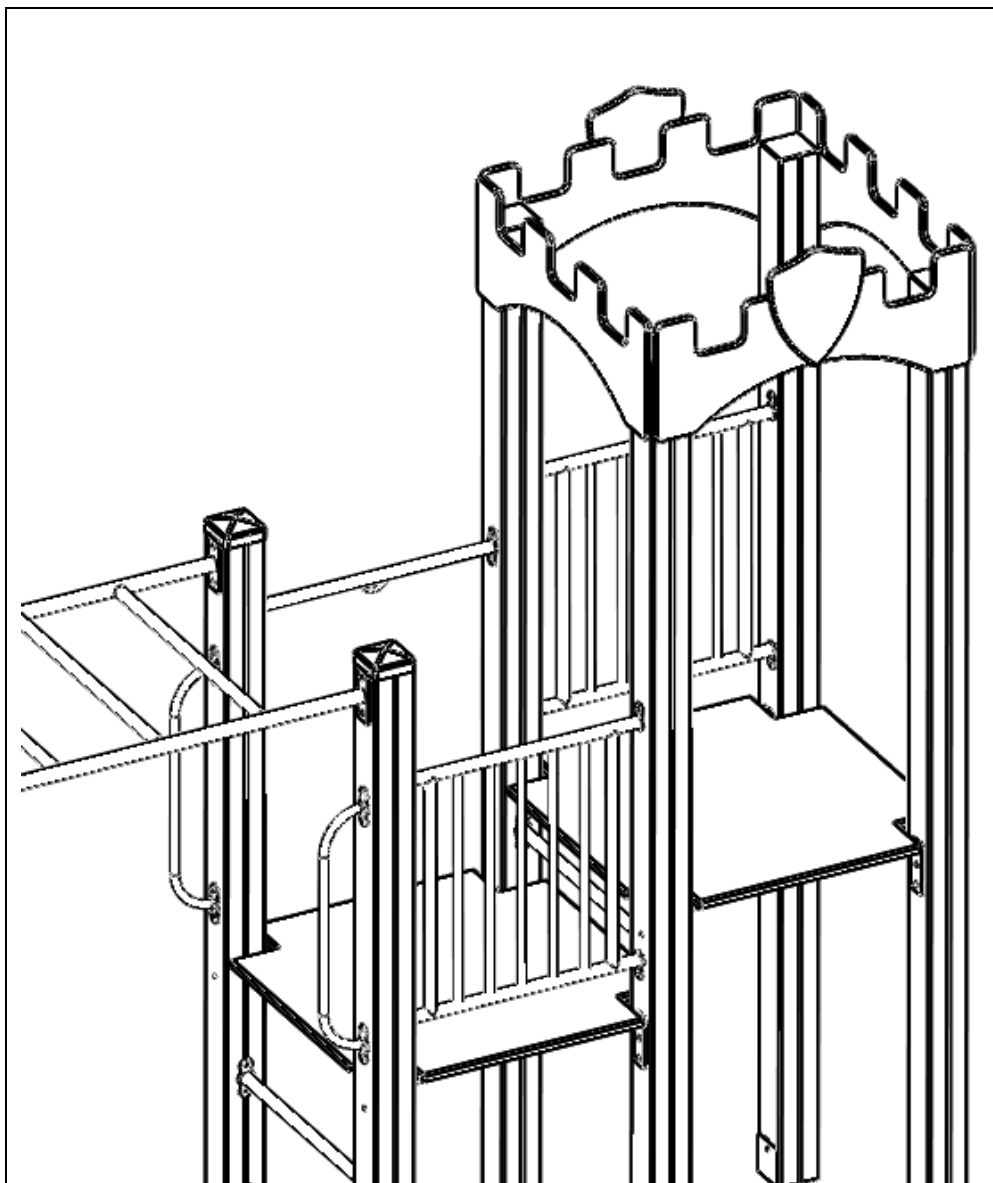

Рисунок 11
4. Установить на столбы металлические и фанерные заполнения, как показано на рис. 11. При монтаже использовать сантех. саморезы 6х80 + шайба + пласт. колпачок.
Установить на заполнение крыши декоративную накладку «Щит» (см. рис. 11) при помощи мебельных болтов М6х40 + шайба + гайка + пласт. колпачками.
Установить на столбы две металлические ручки, закрепив их при помощи сантех. саморезов 6х80 мм + шайба + пласт. колпачок (см. рис. 11).